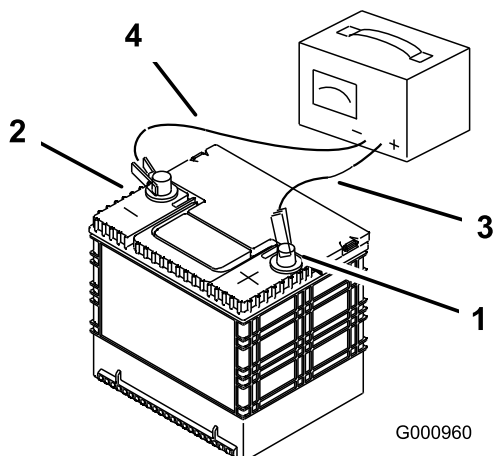

Figura 58
2. Quando le batterie sono completamente cariche, staccate il caricabatterie dalla presa elettrica e scollegate i cavi di ricarica dai poli delle batterie (Figura 58).